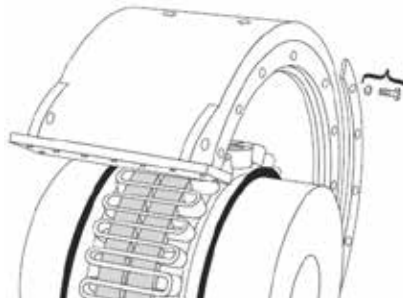

Figure 3 - Exemple de mesure de l'extrémité de l'arbre à la face du moyeu.
- 7.4. Utilisez un micromètre de profondeur pour mesurer la distance de l'extrémité de l'arbre à la face du moyeu comme indiqué sur la figure 3. Notez la dimension.